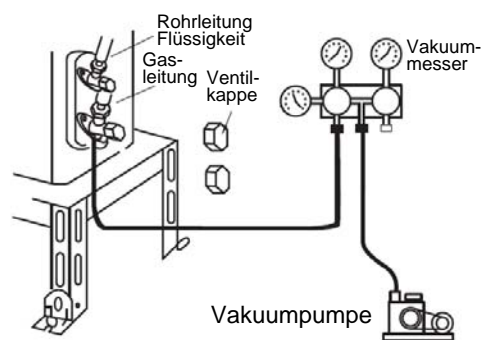

Abb. 5
8. Die Kappe des Niederdruckventils festziehen. (Siehe Abb. 5.)